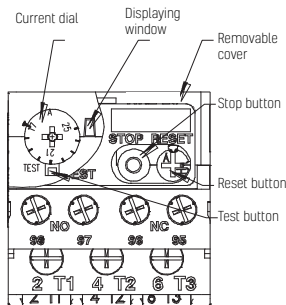

Figura 4: Mapa de esboço da disposição do painel de termorelay
7.1.3 Inspeção da flexibilidade de ação do relé térmico na chave de partida. Remova a tampa da chave de partida, vire a tampa removível do relé térmico e, em seguida, pressione o botão de reinicialização azul com uma pequena chave Phillips e gire no sentido horário de 90° (isto é, A no botão de reinicialização apontar para o ponto de ancoragem verticalmente. Depois disso, pressione o botão de teste vermelho verticalmente com um chave ranhurada e o som da ação de contato pode ser ouvido, então solte-o e o som da reposição do contato poderá ser ouvido (o multímetro também pode ser usado). Se o bloqueio ocorrer no teste, substitua-o. (veja a Figura 4)
7.2.3 Quando a chave de partida é entregue, o valor de corrente de ajuste do relé térmico de sobrecarga foi ajustado ao mínimo na faixa de ajuste de corrente. Se os usuários quiserem selecionar outro valor de ajuste de corrente, abra a tampa removível, gire o mostrador de corrente com uma pequena chave Phillips para que a flecha aponte para o valor da escala atual como a mesma que a corrente nominal do motor protegido. E se o valor de corrente entre dois valores de escala for usado, gire a configuração do mostrador atual na proporção. Se a ação do relé de sobrecarga térmica for desencadeada durante a partida do motor, aumente um pouco o valor de ajuste de corrente até a chave de partida. (veja a Figura 4)
7.2.7 Os relés térmicos de sobrecarga no motor de partida são todos ajustados à reposição manual. Se a reinicialização automática for necessária, os usuários podem ajustar por si mesmos: é só remover a tampa suavemente, a tampa removível suavemente, manter pressionado o botão de reinicialização azul com uma pequena chave Phillips e girar o botão no sentido horário de 90°. (Veja a Figura 4).